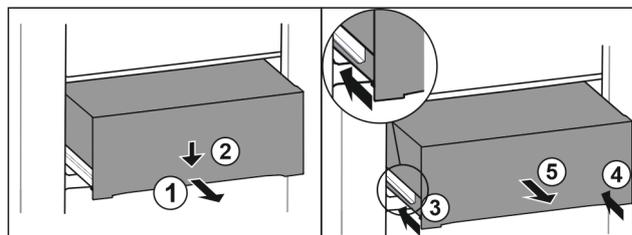

Fig. 92
- Tirer le tiroir jusqu'à mi-chemin. Fig. 92 (1)
- Appuyer sur l'avant du tiroir vers le bas. Fig. 92 (2)
- Insérer le rail gauche d'env. 2 cm. Fig. 92 (3)
- Insérer le rail droit d'env. 2 cm. Fig. 92 (4)
- Retirer le tiroir par l'avant. Fig. 92 (5)